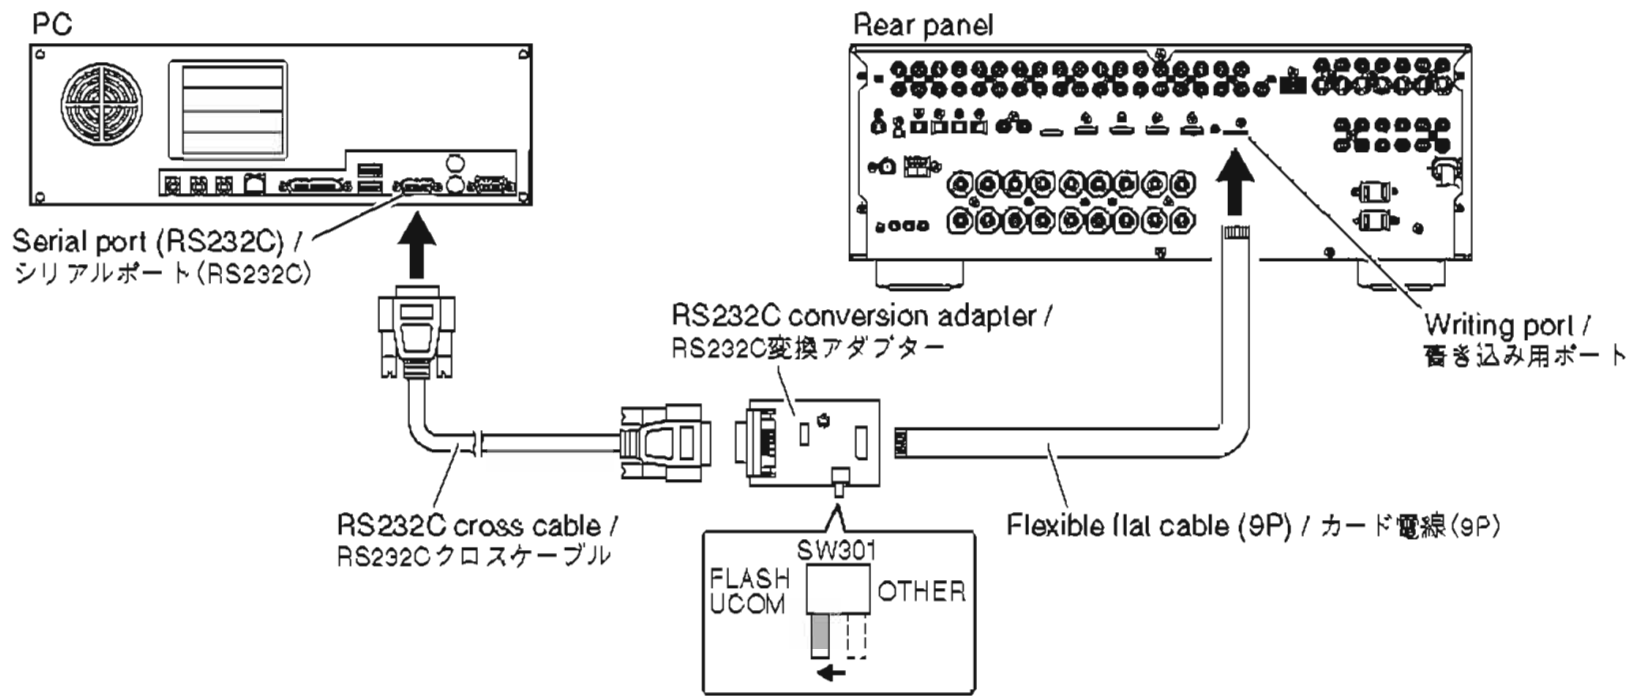

Fig. 1
2. Set the switch (SW301) of RS232C conversion adapter to the "FLASH UCOM" side. (Fig. 1)
3. Connect the writing port of this unit to the serial port (RS232C) of the PC with RS232C cross cable, RS232C conversion adapter and flexible flat cable as shown below. (Fig. 1)
2. RS232C変換アダプターのスイッチ(SW301)を"FLASH UCOM"側に設定します。(Fig.1)
3. 本機の書き込み用ポートとPCのシリアルポート(RS232C)を下記のように接続します。(Fig. 1)